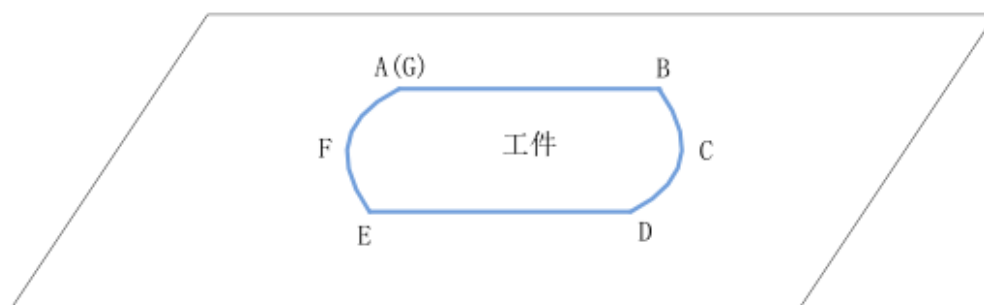

图 11.3.1
下面以图 11.3.1 所示工件为例，生成对应的示教文件以及加工任务。在进行示教前，确认点胶设备连接正确。
(1) 按示上示教盒上的点动 XY 方向键，控制胶头移动到图 11.3.1 中的 A 点上方，然后通过控制 Z 轴方向按键，调整胶头与工件之间的距离到适当位置，按【ENT 确定】，这样就将多段线的起点 A 就录入到示教文件中，同时可以发现界面的左上方文件更改为【直线节点】，正上方的点数更新为 1/1。
(2) 重复 A 点的录入方式，将胶头移动到工件 B 点位置，按【ENT 确定】输入 B 点坐标位置到示教文件中。
(3) 接着进行圆弧段 BCD 的输入。同样先将点胶头移动到 C 点位置，然后按【F3】按键，将元素类型修改为【圆弧节点】，按【ENT 确定】输入 C 点坐标位置到示教文件中，同时左上角的元素类型更自动改为【直线节点】，点数更新为 3/3，以备新的坐标点输入。
(4) 在输入 C 点坐标以后，移动点胶头到 D 位置，确认界面左边的元素类型为【直线节点】，按【ENT 确定】输入 D 点坐标位置到示教文件中。
(5) 按照前面的步骤，依次可以输入 E、F 点坐标到示教文件中。
(6) 由于该示教轨迹为封闭图形，因此在输入最后一个点 G 点坐标时，直接按【F5 封闭】，系统自动创建【直线终点】到示教文件中，其坐标位置与 A 点的坐标位置一致，这样就将工件的轨迹完整的输入到示教文件中。
(7) 设置工艺参数 在此处不对工艺参数进行设置，使用系统自带的默认参数。关于工艺参数将在后续章节做详细介绍。
(8) 起动加工 完成以上工作后按【暂停起动】键两次，系统将按照你以上所编辑的程序完成所有动作。